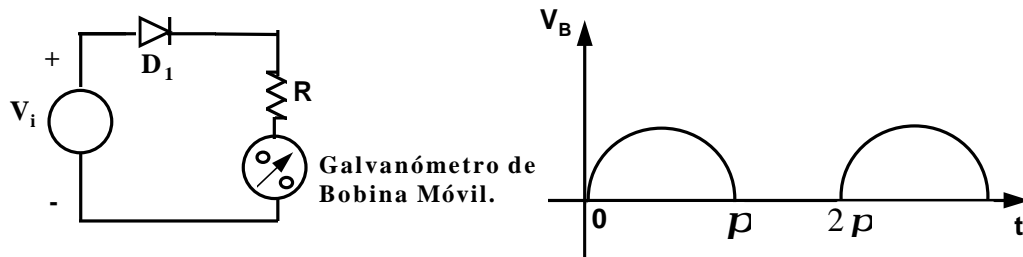

Figura 7. Circuito para el voltímetro de c.a.
4.3) La Figura 7, muestra un circuito para un voltímetro de c.a. Utiliza un medidor de bobina móvil que da una lectura a plena escala cuando la corriente promedio que fluye a través de él es de 1 mA. El medidor de bobina móvil tiene una resistencia de 50 Ω. Encuentre el valor de R que produce que el medidor indique una lectura de plena escala cuando el voltaje de la onda senoidal de entrada v_i es de 20 V pico a pico. (Sugerencia: El valor promedio de las ondas de mitad de seno es de V_p/p).